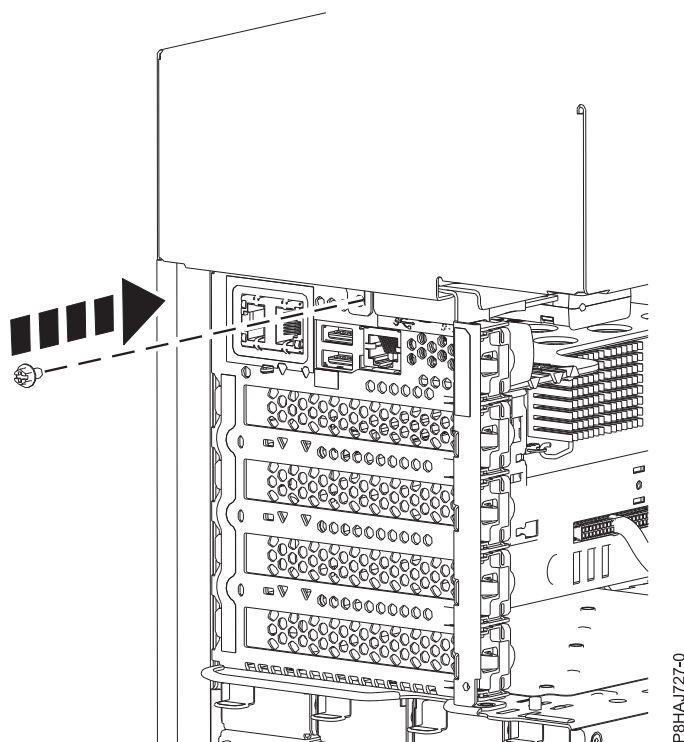

図 34. 8286-41A サイド・カバーねじの取り付け
5. プラスのねじ回しを使用して、サイド・カバー後部ねじを取り付けます (53 ページの図 34 を参照)。